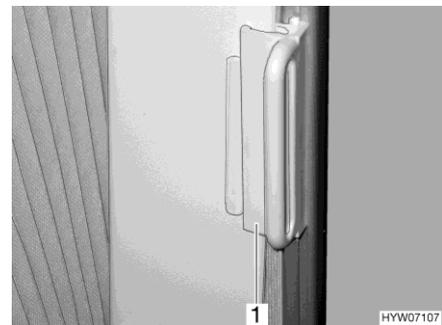

Bild 33 Verriegelung für faltverdunklung
- Sichern: ■ Den Griff (Bild 33,1) auf den Aufsatz schieben. Die faltverdunklung ist gesichert.